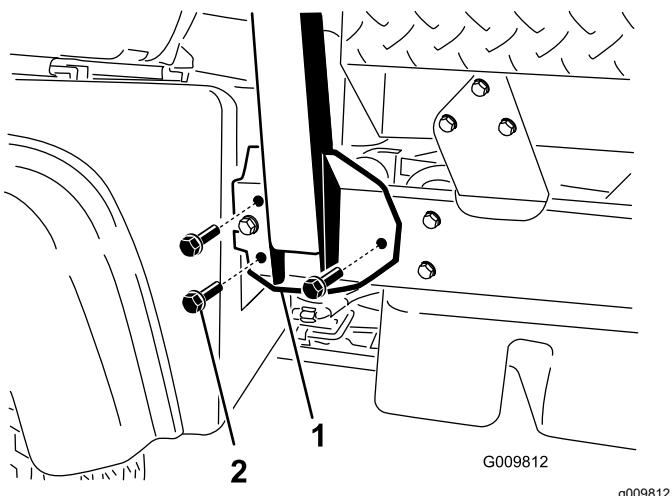

Figura 4
2. Alinhe cada lado do ROPS com os orifícios de montagem em cada lado do chassis da máquina (Figura 4).
3. Fixe o suporte de montagem do ROPS ao chassis da máquina com 3 parafusos de cabeça flangeada (½ pol. x 1¼ pol.) em cada lado (Figura 4).